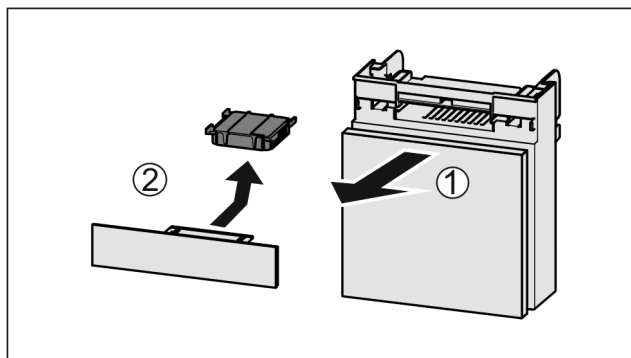

Fig. 168
- Zásuvku vytáhněte dopředu Fig. 168 (1).
- Filtr s aktivním uhlím vyjměte Fig. 168 (2).